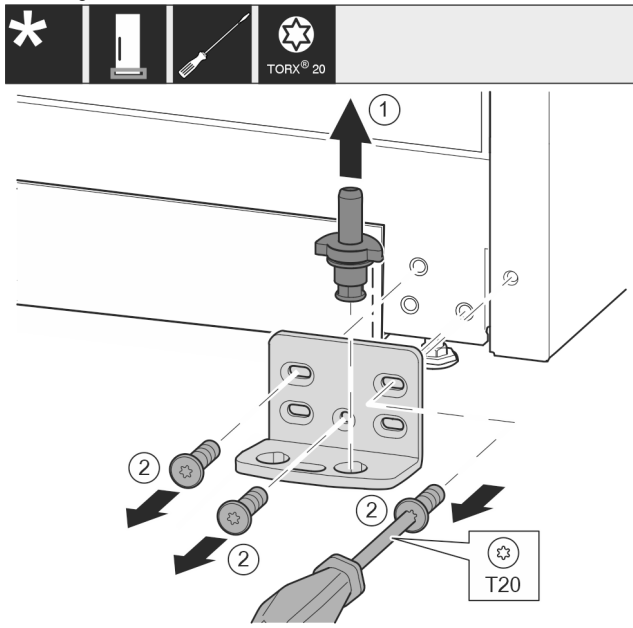

Fig. 18 \*
- ▶ Lagerbolzen Fig. 18 (1) komplett nach oben herausziehen.\*
- ▶ Schrauben Fig. 18 (2) mit Schraubendreher herausdrehen und Lagerbock abnehmen.\*